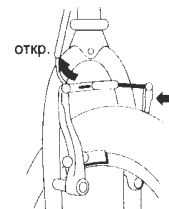

Рис. 12
- Некоторые тормозные системы, такие как дисковые тормоза (рис. 11) и тормоза типа V-brake (рис. 12) обладают большой мощностью. Будьте весьма осторожны при пользовании ими, особенно на первом этапе, пока не выработается привычка.